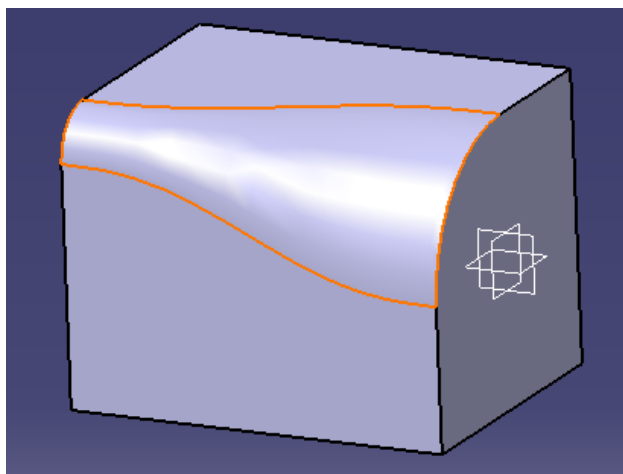

图 3-25
(4) Value 中输入 30mm 后, 点击 OK 键。然后在 Variable Radius Fillet Definition Box 中点击 OK 键 (见图 3-25)。